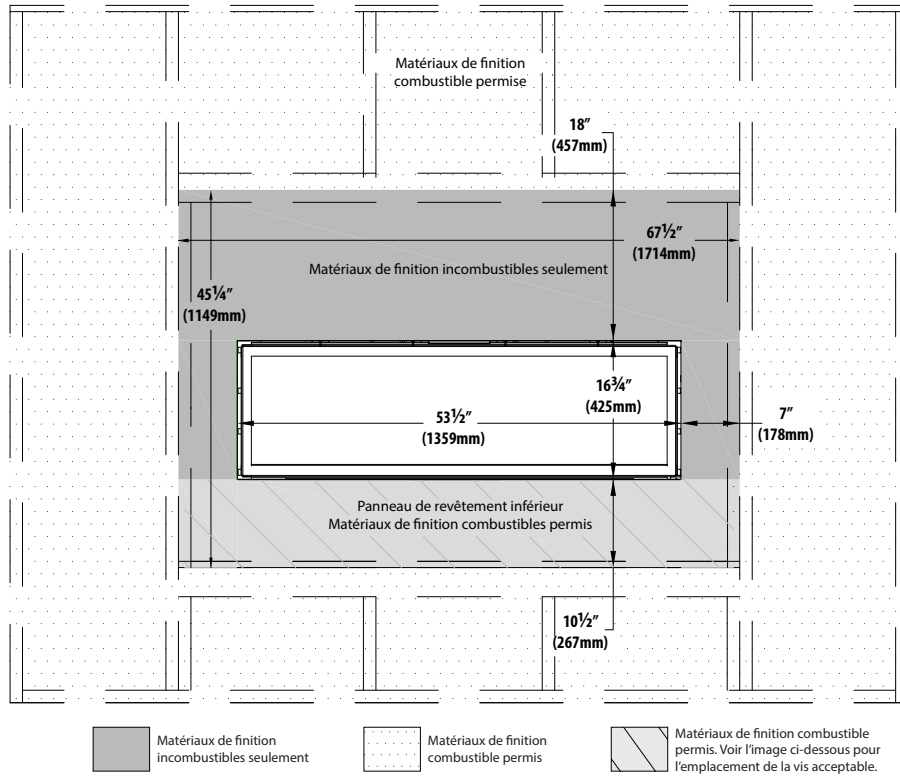
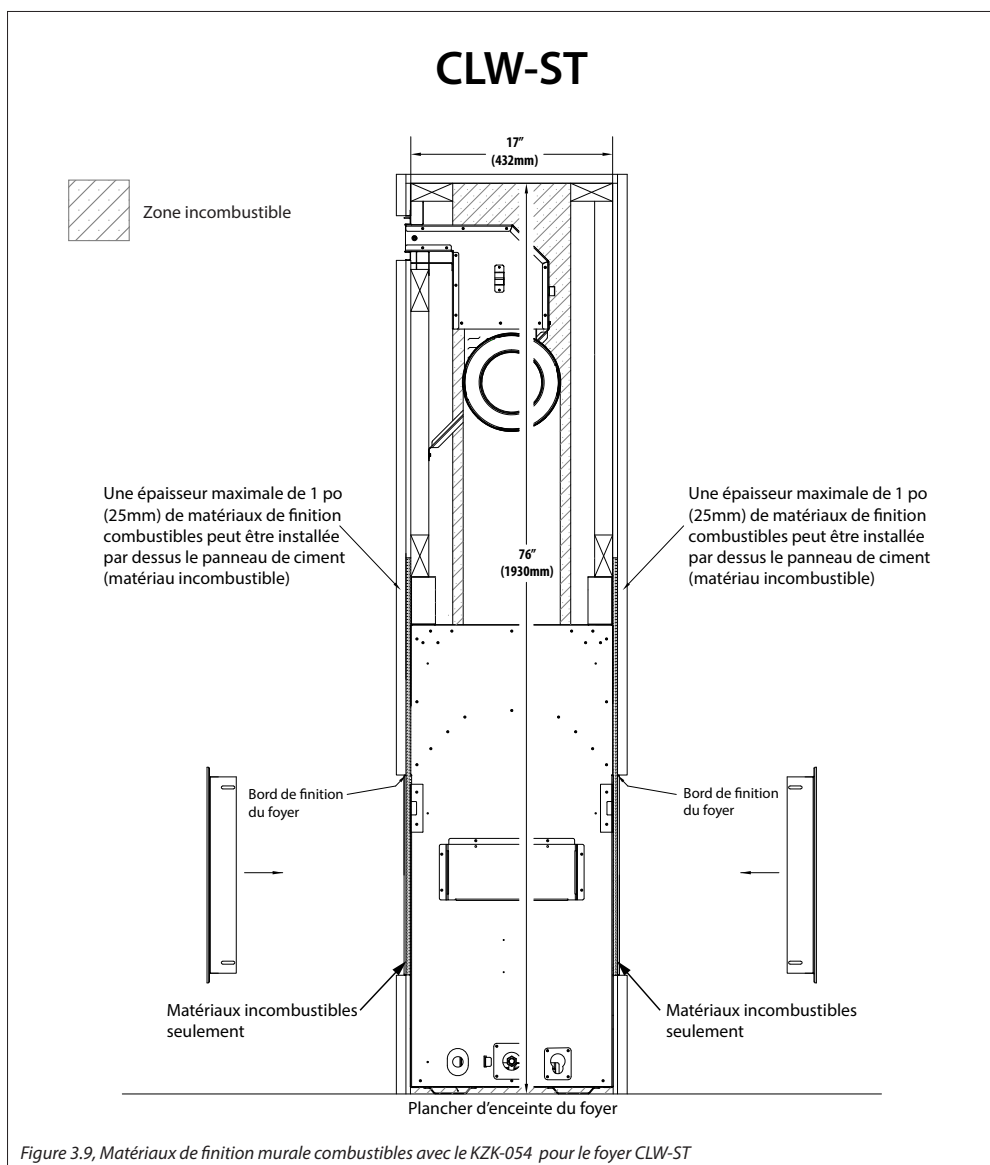

Figure 3.3, Dimensions minimales des matériaux incombustibles de finition pour le foyer CLW-ST
Figure 3.9, Matériaux de finition murale combustibles avec le KZK-054 pour le foyer CLW-ST
- La Figure 3.9 montre l'installation de matériaux combustibles de finition murale d'une épaisseur maximale de 1 po (25 mm). Ces matériaux combustibles sont installés par dessus tous les matériaux incombustibles exigés, tels que montrés à la Figure 3.3 (page 15).